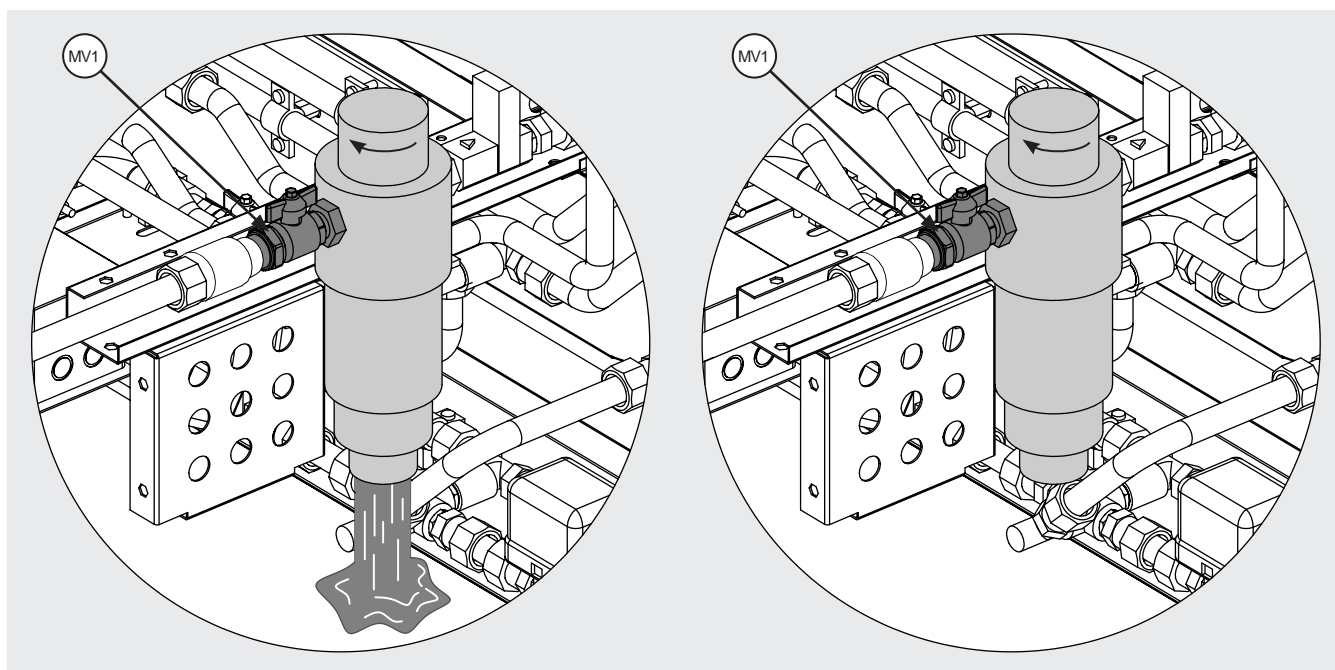

Figure 32
- 12.17.7 Assurez-vous que l'eau du réseau est disponible et que la vanne manuelle (MV1) en amont du filtre est ouverte, voir Figure 32.
est isolé: fermez la vanne (MV1) à l'entrée, voir la Figure 32.
- 12.18.12 Lorsque vous avez terminé, ouvrez la vanne (MV1) précédemment ouverte, voir la Figure 32.
- 12.22.10 Nettoyez le filtre à eau d'entrée conformément au point 12.17, la vanne (MV1) étant fermée (voir la Figure 32). Les résidus seront évacués du filtre avec l'eau qu'il contient.